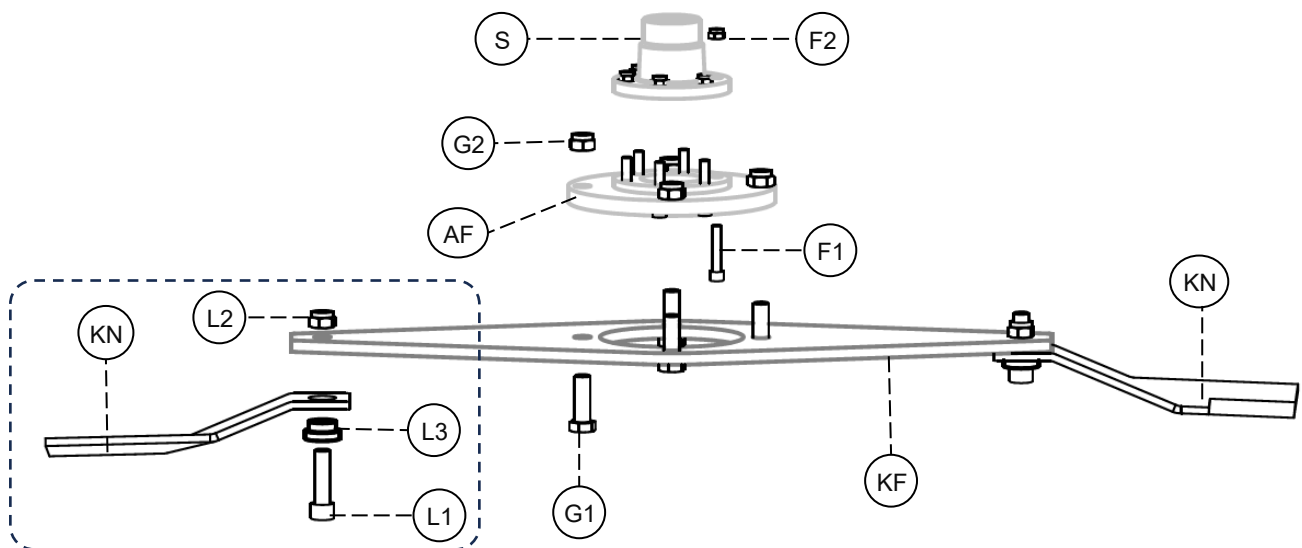

Bild.19
- Montera först adapterfläns (**AF**) till splinesfläns (**S**) med 6st MC6S12x60 skruvar (**F1**) och M12 Nyloc muttrar (**F2**) – se Bild.19.
- Montera sedan knivhållaren (**KF**) till adapterfläns (**AF**) med 4st M6S20x60 (**G1**) och M20 Nyloc mutter (**G2**) – se Bild.19.
Dra åt samtliga fästsruvar M6S 20x70 (**L1**) och M20 Nyloc mutter (**L2**) – se Bild.19. Kontrollera att knivarnas fästsruvar (**L1**) och muttrar (**L3**) sitter ordentligt åtdragna.